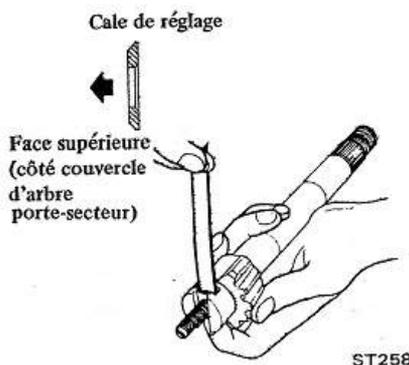

Fig. ST-21 Mesure du jeu axial de l'arbre porte-secteur
6. Introduire la vis de réglage avec une cale de réglage dans la rainure en T prévue sur la tête de l'arbre et, par sélection de la cale convenable, régler le jeu entre l'arbre porte-secteur et la vis de réglage jusqu'à ce qu'il soit compris entre 0,01 et 0,03 mm (0,0004 et 0,0012). Voir figure ST-21.
Remarque: Veiller à l'orientation de la cale de réglage lors de sa mise en place. Voir figure ST-21.